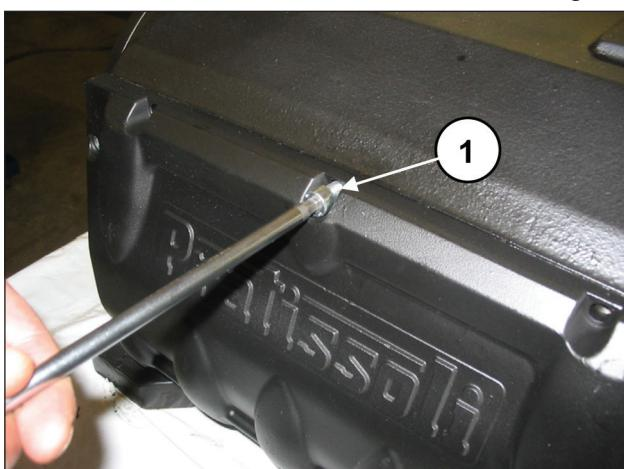

Fig. 85
Placer le joint torique dans le couvercle arrière (rep. ①, Fig. 84) et monter le couvercle sur le carter à l'aide de 10 vis M8x18 (rep. ①, Fig. 85).